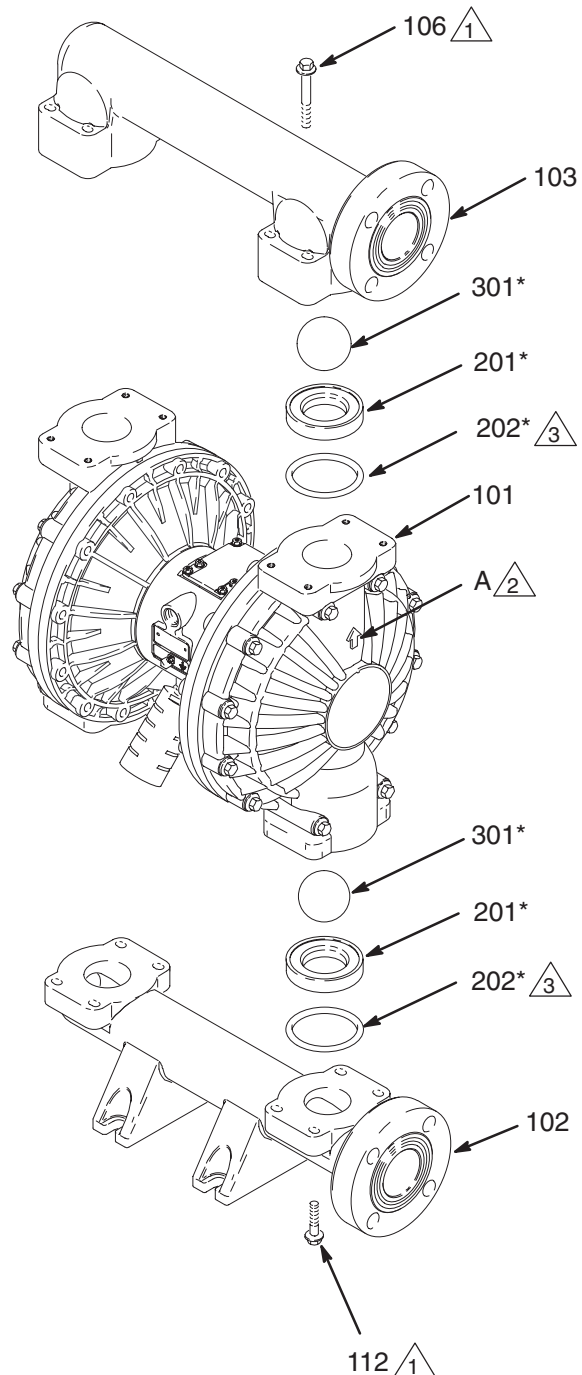

Abb. 11
3. Mit einem 10 mm-Steckschlüssel die vier Schrauben (106) lösen, mit denen das Auslaß-Verteilerrohr (103) an dem Deckel (101) befestigt ist. Siehe Abb. 11.
4. Die Sitze (201), Kugeln (301) und O-Ringe (202) aus dem Verteilerrohr ausbauen.
2. Im umgekehrten Reihenfolge wieder einbauen und dabei alle Anmerkungen in Abb. 11 beachten. Sicherstellen, daß die Kugelventile **genauso** zusammengebaut sind, wie gezeigt. Die Pfeile (A) auf den Materialabdeckungen (101) **müssen** zum Auslaß-Verteilerrohr (103) zeigen.
- 2 Pfeil (A) muß zum Auslaßverteiler (103) zeigen.